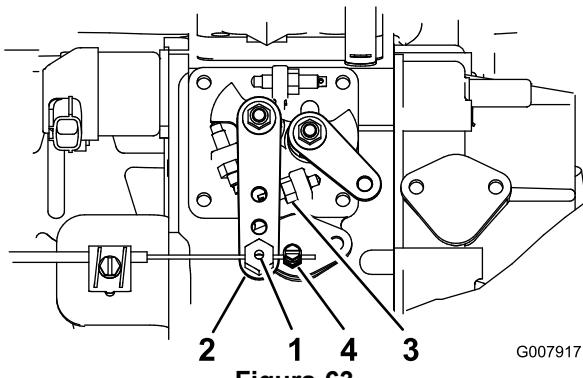

Figura 63
- Allentate il raccordo del cavo dell'acceleratore, sul cavo dell'acceleratore, vicino alla leva della pompa di iniezione (Figura 63).
- Tenete il braccio della leva della pompa di iniezione contro il fermo della minima superiore (Figura 63).